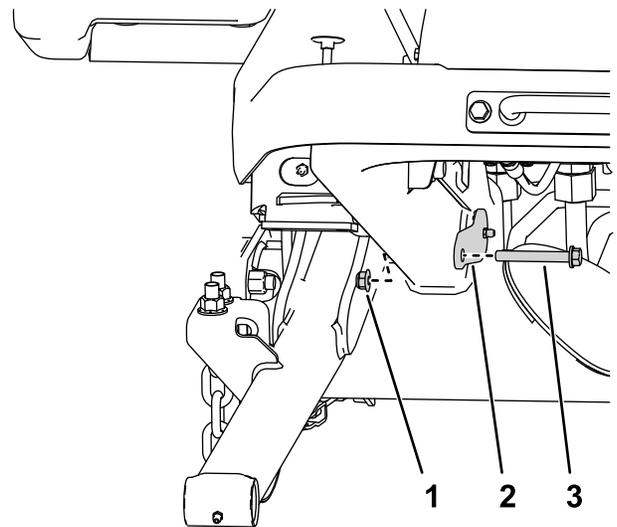

図 7
- 大きいピンをフレームに取り付けるボルト $\frac{3}{8}$ " x $2\frac{3}{4}$ "2本とナット $\frac{3}{8}$ "2個を使用する **図 7**。